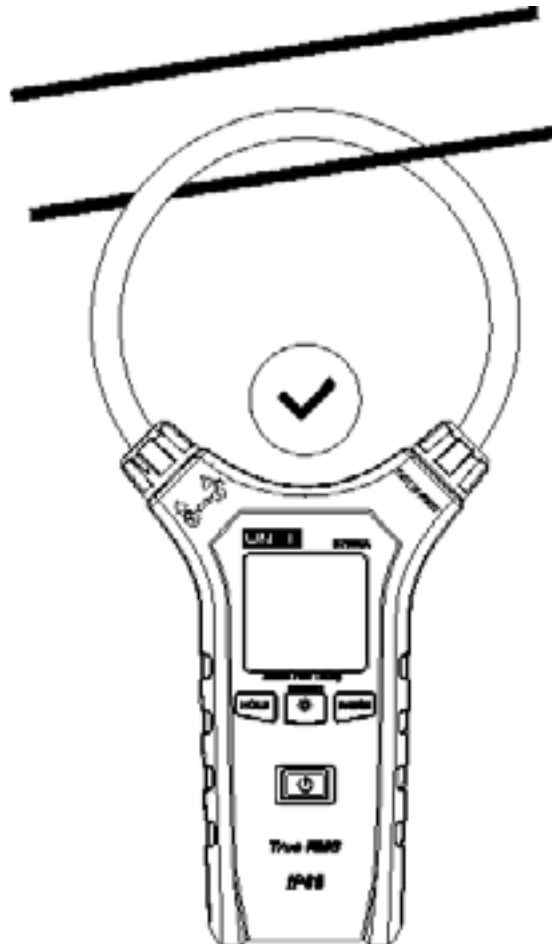

Figura 4
3. Utiliza una abrazadera flexible para enrollar por completo el único alambre del objeto medido (véase la Figura 4 para una manipulación correcta).